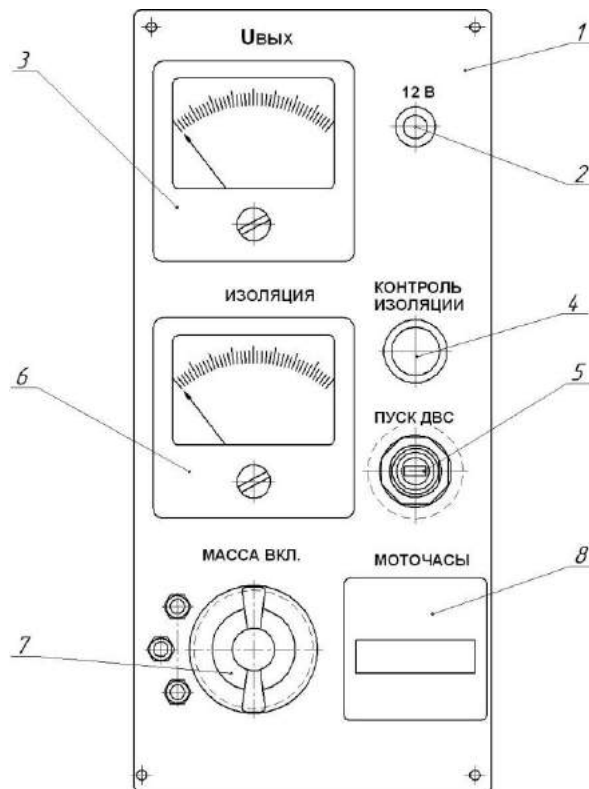

Рис. 5
5.2.3. Управление пуском и остановом двигателя производится с панели пульта управления 1 (рис.5) с помощью замка зажигания «ПУСК ДВС» 5.